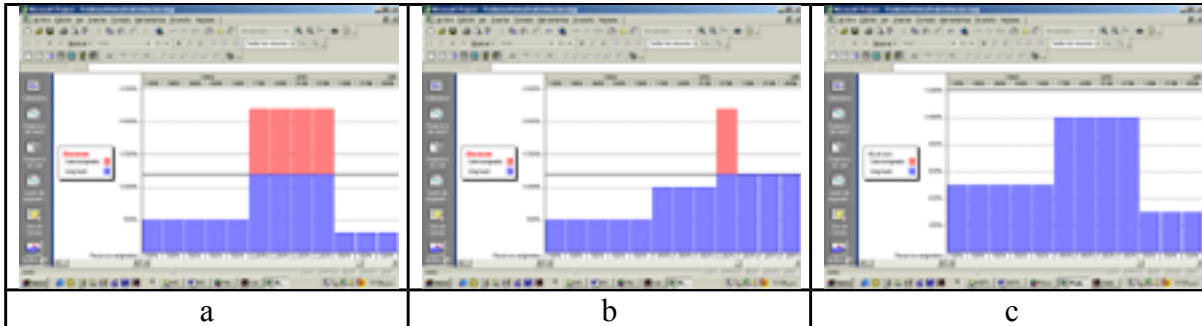

Imagen 57: Gráfico de recursos, del 12 de Abril al 28 de Junio, por semanas y meses.
- Esta decisión modificará la forma en que se redistribuyen los recursos, prueben con la unidad semanas, partiendo de la situación inicial de la Imagen 57-a, nos quedaríamos en una redistribución
con alguna sobreasignación inferior a la unidad semana (Imagen 57-b); si la redistribución es realizada para días, quedaría como se ve en la Imagen 57-c. Observen el gráfico de recursos a nivel de días para ver mejor la diferencia.